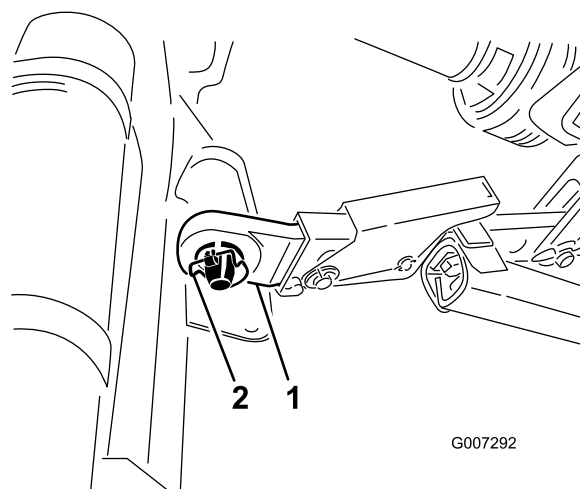

Figura 6
5. Inserir os braços de articulação inferiores direito e esquerdo nos pinos de engate (Figura 6).
6. Prenda os braços de articulação inferiores aos pinos de engate com pinos de sujeição (Figura 6).